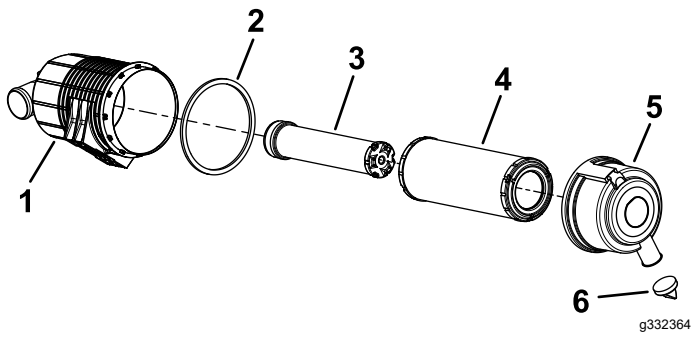

Рисунок 40
5. Виконуйте обслуговування повітряного фільтра та захисний елемент при наявності попереджувального сигналу (Рисунок 40).